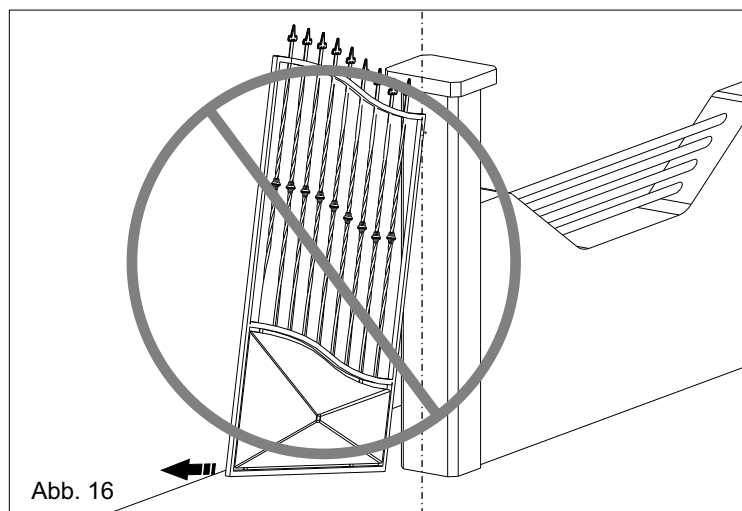
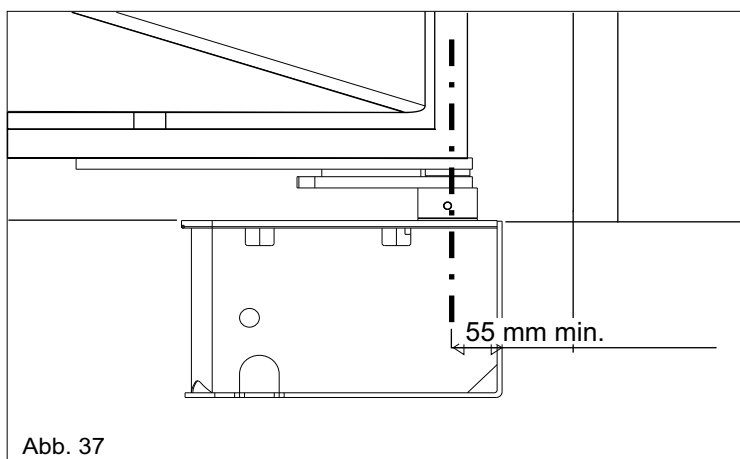

Abb. 16
Abb. 37
4.3. Darauf achten, dass die Flügel nicht außerhalb der Achsen (Abb. 16 und 17) positioniert werden, und so vorgehen dass der Schaft mit der Rotationsachse der Winde übereinstimmt
11.3. Darauf achten, dass die Flügel nicht außerhalb der Achsen (Abb. 16 und 17) positioniert werden, und so vorgehen dass die Welle mit der Rotationsachse des Scharniers übereinstimmt und berücksichtigen, dass der Mindestabstand von der Säule 55 mm ist (Abb.37).